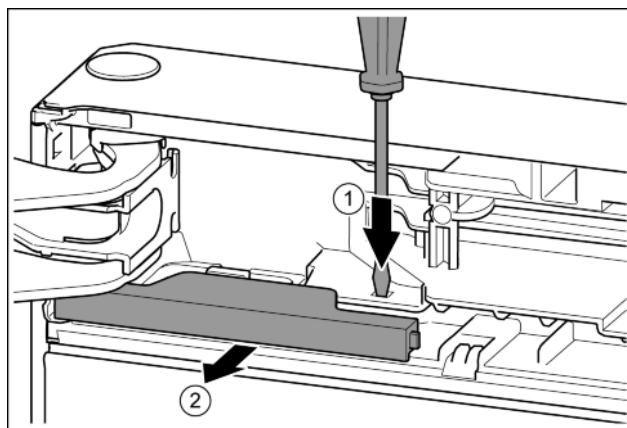

Fig. 14
- Plochým šroubovákem lamelu přitlačte. Fig. 14 (1)
- Kryt vytáhněte ze zářky. Fig. 14 (2)